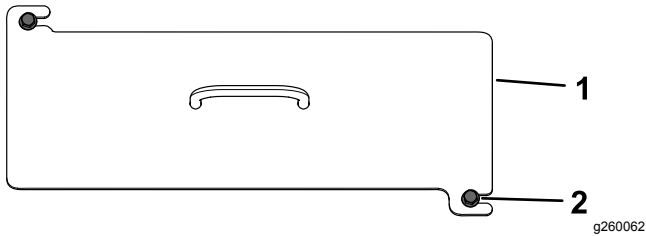

Figure 43
2. Desserrez les 2 boulons qui fixent le couvercle avant à la machine (Figure 43).